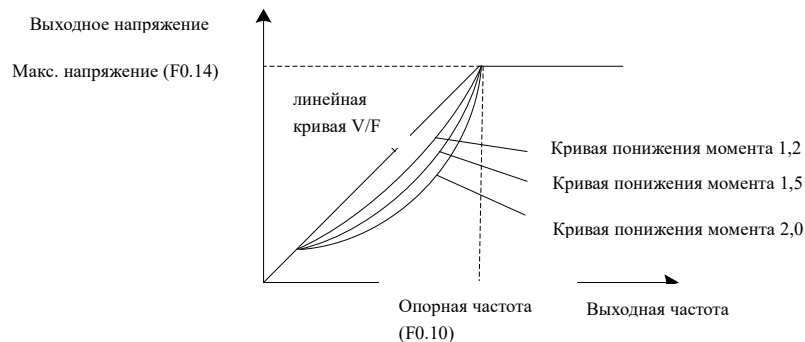

Рис. 6-8 Кривая понижения крутящего момента
**1~3:** Кривая понижения крутящего момента. Подходит для центробежной нагрузки, такой как вентилятор и насос, как показано на рис. 6-8.